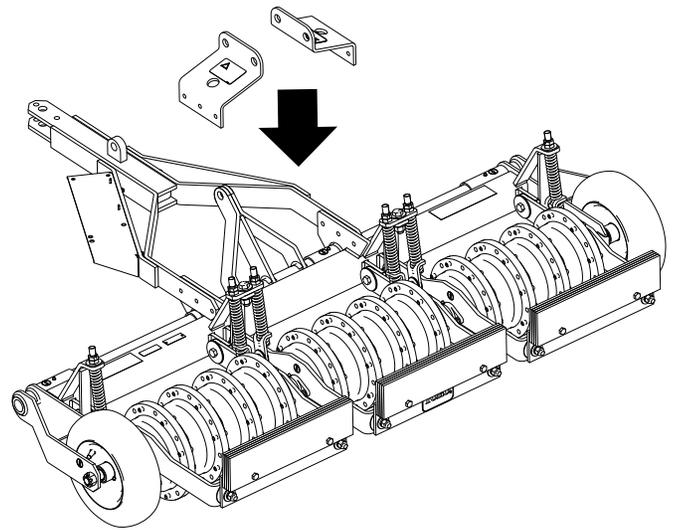

Bild 5
3. Fluchten Sie die Halterungen am Aerifizierer aus, wie in Bild 5 abgebildet.